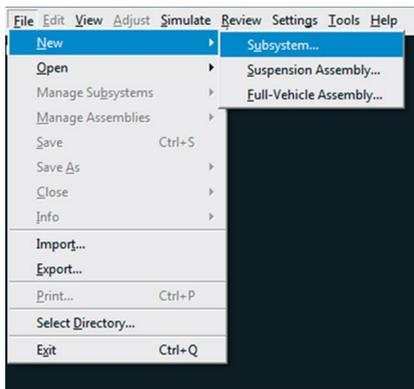

Figura 5.161 – Janela correspondente à criação de um *Subsystem*.
- Para criar o *Subsystem*, acesse o menu *File* → *New* → *Subsystem* (Figura 5.161).